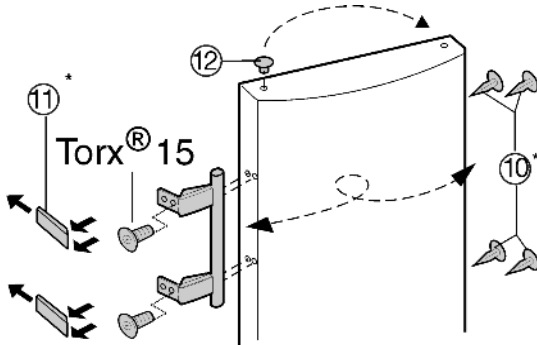

Fig. 6
- Enlever le bouchon Fig. 6 (12) du coussinet de la porte et le mettre de l'autre côté.
- Démontez la poignée de porte, le bouchon Fig. 6 (10) et les plaques d'appui Fig. 6 (11) puis les repositionner sur le côté opposé.